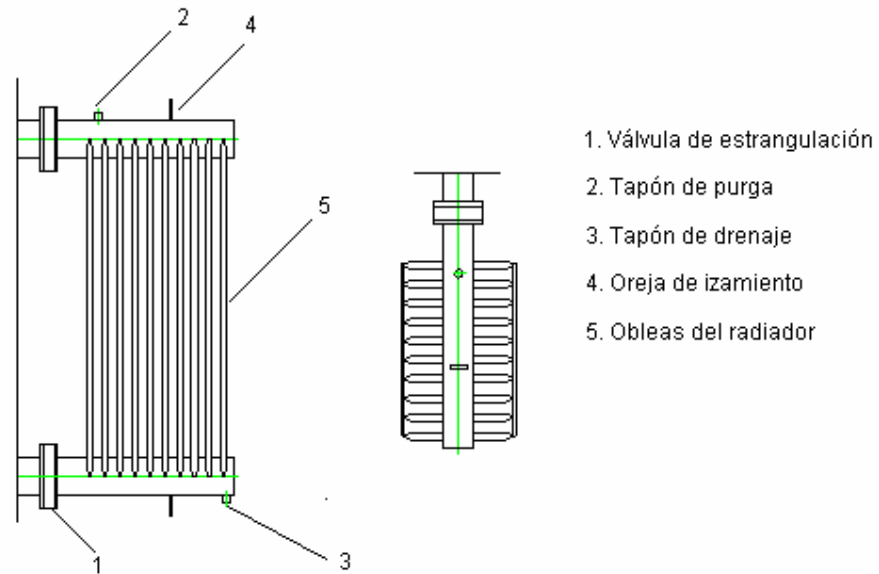

Figura 3. Partes del Radiador
La disposición general de los radiadores se ilustra en la figura 3. Al recibir los radiadores y desenhucarlos verifique que no hayan sufrido daños mecánicos durante el transporte.
5. Retire el tapón de purga (2) indicado en la figura 3.
15. Instale el tapón de purga (2) indicado en la figura 3. si el tanque está lleno con nitrógeno, si el tanque está parcialmente lleno de aceite ver “llenado de los radiadores”.